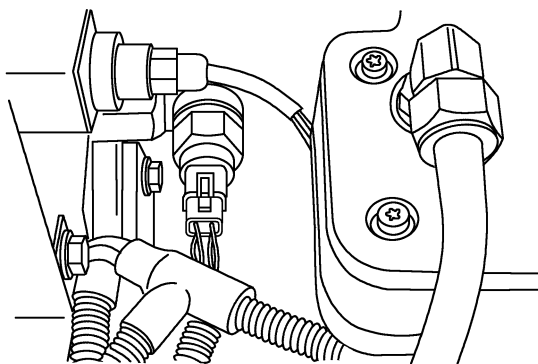

图 5-176 从缸体上拆下发动机位置传感器
(1) 拆卸 发动机位置传感器位于发动机的前罩上, 靠近空气压缩机。从发动机线束上断开传感器, 从缸体上拆下发动机位置传感器, 如图 5-176 所示。拆卸时需使用零件号为 3822747 的专用工具。